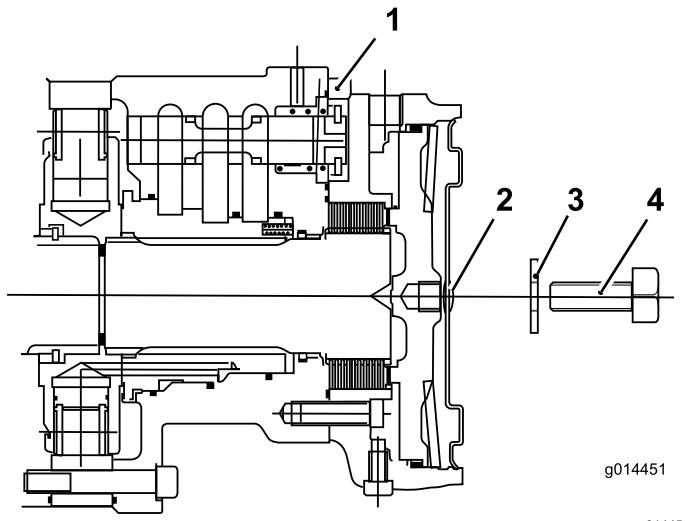

Figure 42
6. Montez un boulon (12 x 40 mm) et une rondelle (12 mm) dans le trou au centre de la plaque d'extrémité du moteur (Figure 42).
7. Serrez le boulon dans le trou fileté du piston de frein jusqu'à ce que le frein soit desserré (Figure 42).